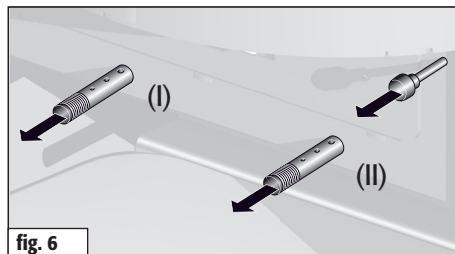

fig. 6
| Open de primaire lucht en de secundaire lucht volledig.   | Trek de primaire(I) en de secundaire ventilatieklep volledig uit. (fig. 6) |